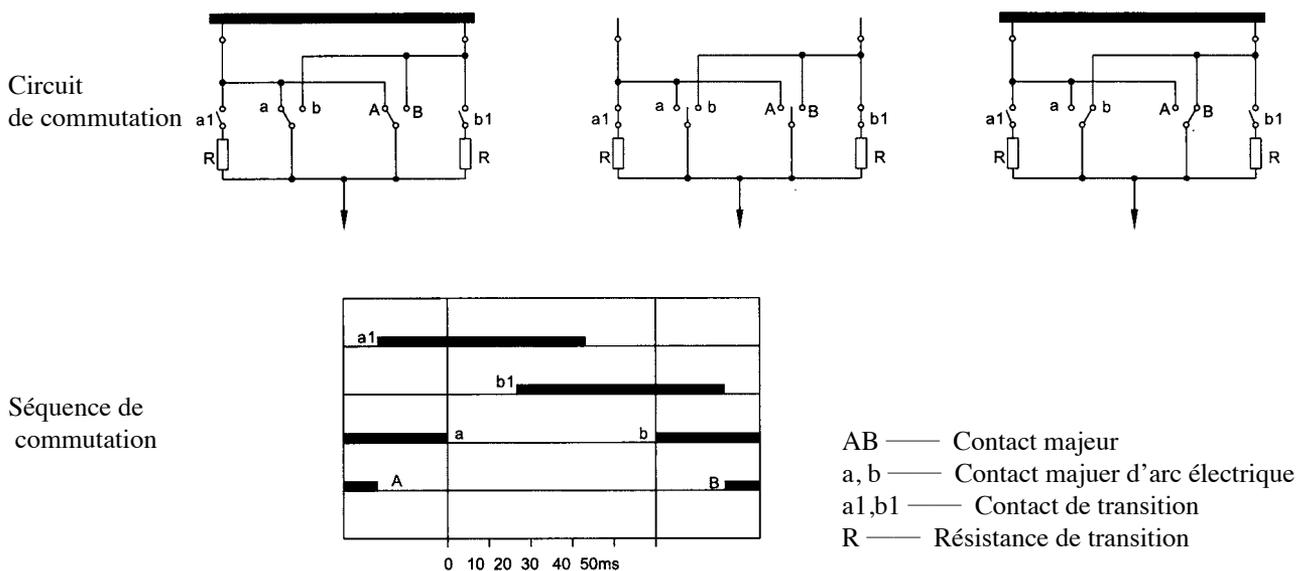

Fig. 7
6.2 Séquence de commutation des contacts (fig7)